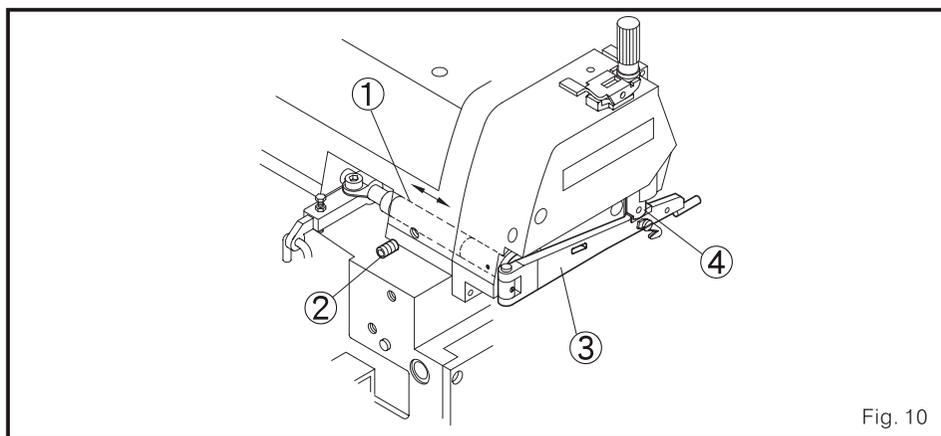

Fig. 10
4. Encaixe o braço do calcador (Fig. 10)